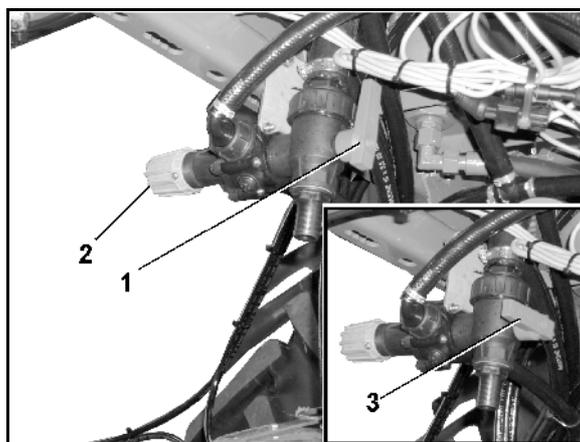

Fig. 86
- DUS- skiftehanen (Fig. 86/1).
- DUS- trykbegrænsningsventil (Fig. 86/2). DUS-trykbegrænsningsventilen er fast indstillet fra fabrikkens side og reducerer trykket i trykumløbssystemet til 1 bar.
Er DUS-skiftehanen i position (Fig. 86/1), betyder det, at trykumløbssystemet er koblet til.
Er DUS-skiftehanen i position (Fig. 86/3), betyder det, at trykumløbssystemet er koblet fra.